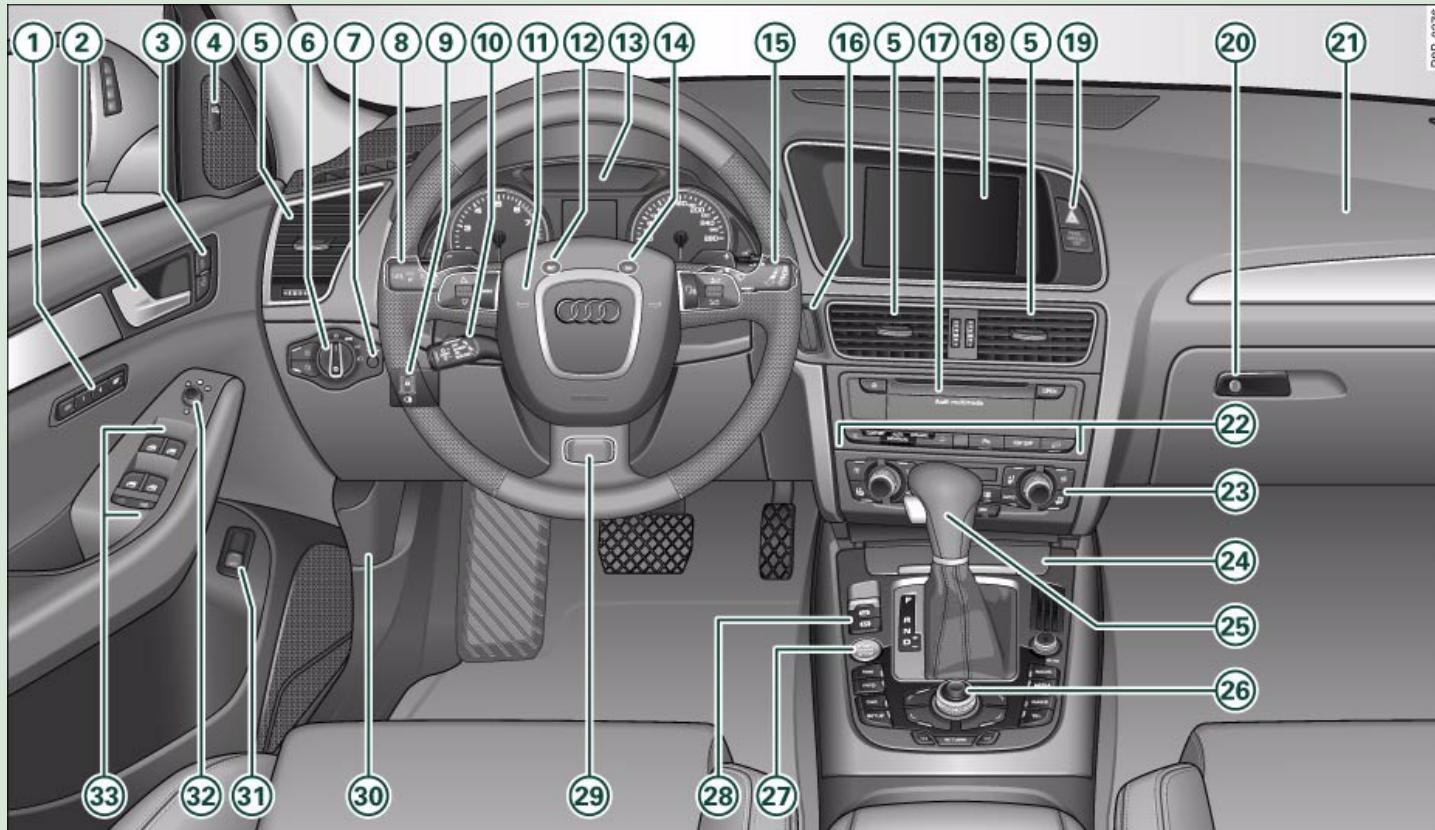

Fig. 1 Algunos de los equipamientos relacionados pertenecen sólo a determinadas versiones del modelo o son equipamientos opcionales.
- En vehículos dotados de volante a la derecha*, la disposición de los elementos de mando difiere parcialmente de la que se muestra en la figura ⇒ *página 6, fig. 1*. Los símbolos de los mandos son, sin embargo, los mismos. ■